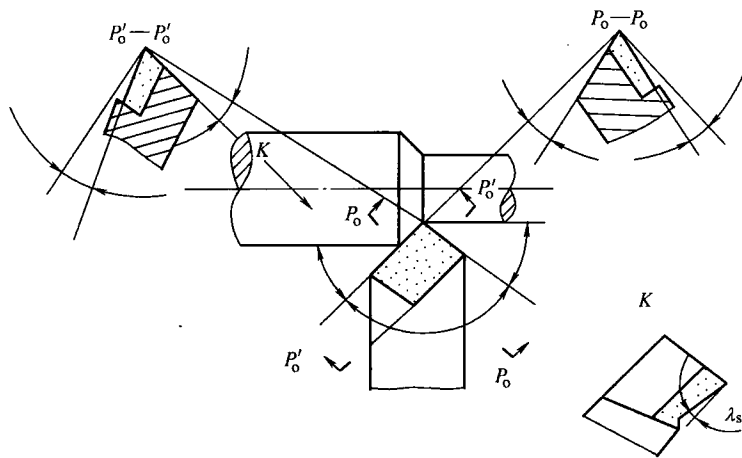

图 1-3
3. 在图 1-3 中,填出车刀在车削时车刀几何角度的名称及代号。